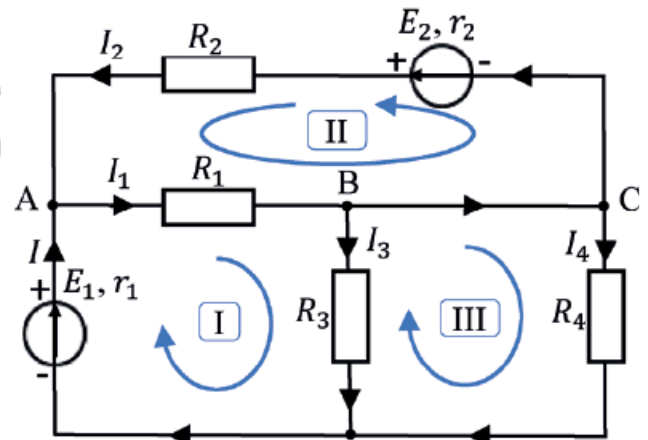

Fig. 7 Rețea electrică
Un circuit cu cel puțin două ramificații se numește **rețea electrică**. O rețea electrică cuprinde următoarele elemente de structură: nod, latură sau ramură, ochi sau buclă. (fig. 7)
**Nodul electric** reprezintă punctul unui circuit în care se întâlnesc cel puțin trei ramuri. (Ex în fig 7: A, B, C, D)
**Ramura** reprezintă porțiunea cuprinsă între două noduri, care nu cuprinde niciun nod în interior, și care este cuprinsă de același curent. (Ex în fig 7: AB, BC, BD, CD, AC, DA)
**Ochiul de rețea** reprezintă o porțiune de circuit formată dintr-o succesiune de ramuri (Cel puțin două) care formează un contur poligonal închis, la parcurgerea căreia se trece prin fiecare nod o singură dată. (Ex în fig 7: I, II, III)